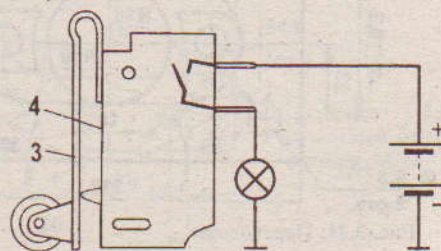

Рис. 3.20. Схема проверки микропереключателя
- ✓ снять с вывода наконечник, соединённый с контактом 1 блока управления и одним из выводов электромагнитного клапана. К освободившемуся выводу микропереключателя подключить один из проводов контрольной лампы; второй её провод соединить с "массой" (рис. 3.20). Если контрольная лампа горит уже на холостом ходу (ранняя регулировка срабатывания микропереключателя), или загорается после начала автоколебаний (поздняя регулировка) - то положение микропереключателя необходимо отрегулировать.